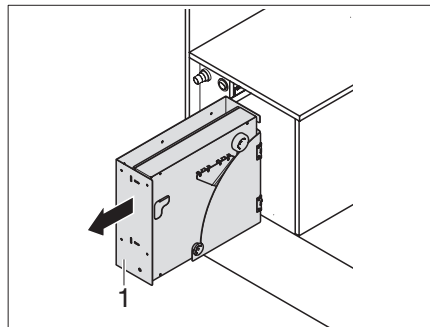

Fig. 74 Sortir le support du réchaud à gaz
- ▶ Sortir le support du réchaud à gaz (Fig. 74,1) jusqu'à ce que le verrouillage s'enclenche.